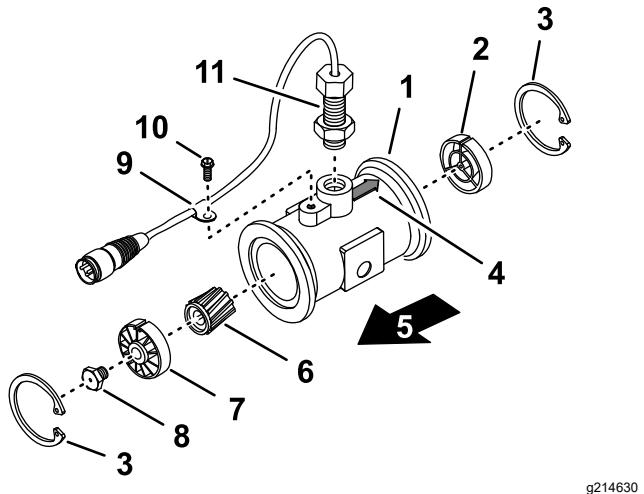

Bild 111
3. Entfernen Sie den Halterung an der vorgeschalteten Seite (Bild 111).